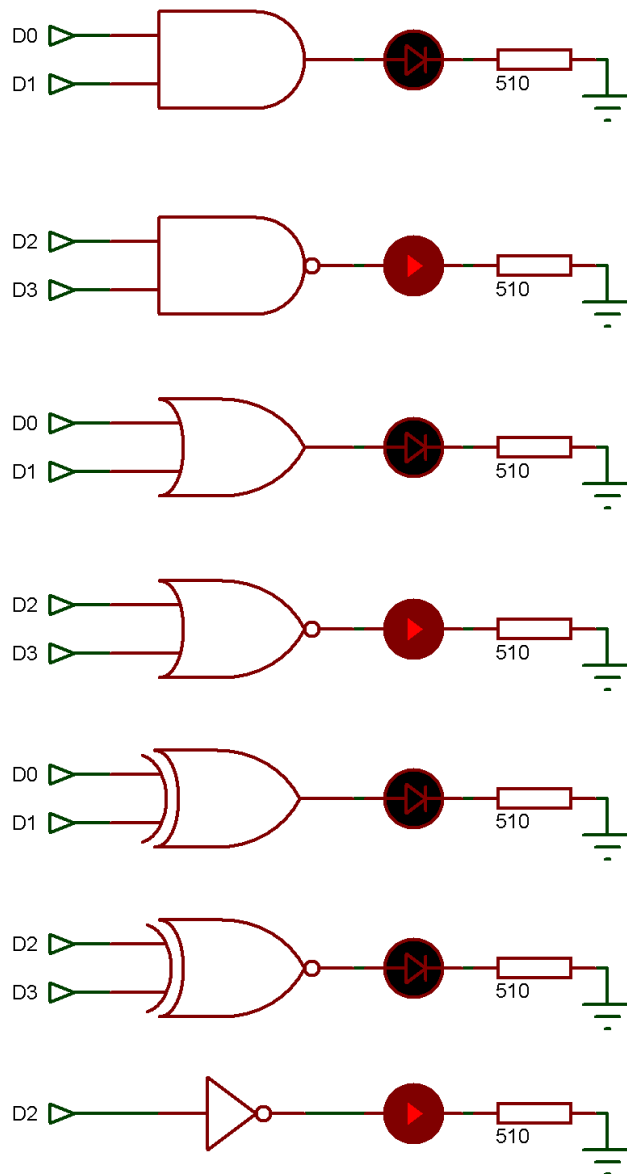

Ilustración 4 Compuertas lógicas
- Simular e implementar los circuitos de la ilustración 4 en las compuertas relacionadas en la tabla 2, según el criterio de diseño **B** y compruebe las respectivas tablas de verdad.